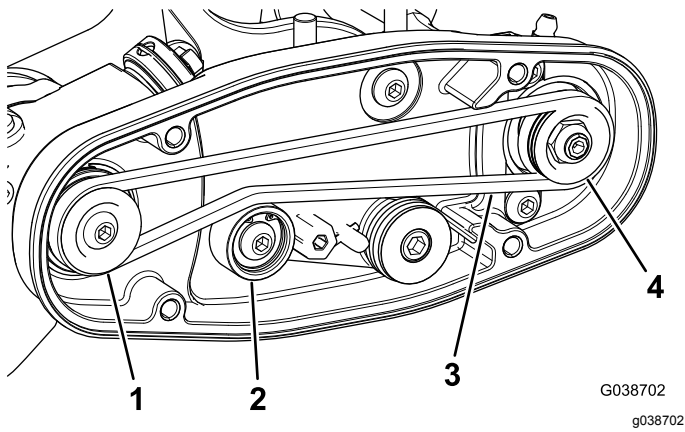

Figura 13
- Coloque la correa alrededor de la polea **motriz** y luego por encima de la polea tensora (Figura 13).